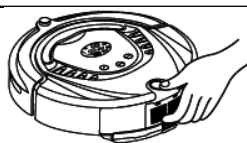

Рис.1
1. Извлеките контейнер для пыли нажатием кнопки на контейнере (См. рис.1 и 2)